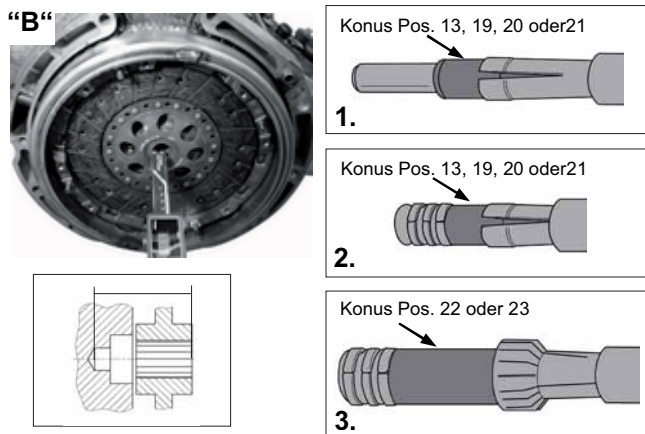

Abb. 8: Zentrierwerkzeug ist zusammengestellt.
10. Zusammengesetztes Kupplungs-Zentrierwerkzeug (**Abb. 8**) mit der Kupplungs-Scheibe in das Schwungrad einsetzen und Zentrierwerkzeug spannen. (**Abb. 9 A und B**)